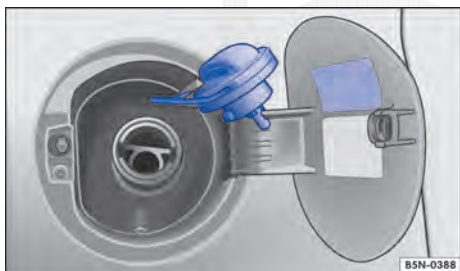

Fig. 185 Portinhola do tanque aberta com a tampa do tanque pendurada.
- Girar a tampa do tanque no sentido anti-horário e encaixá-la na dobradiça da portinhola do tanque ⇒ Fig. 185.